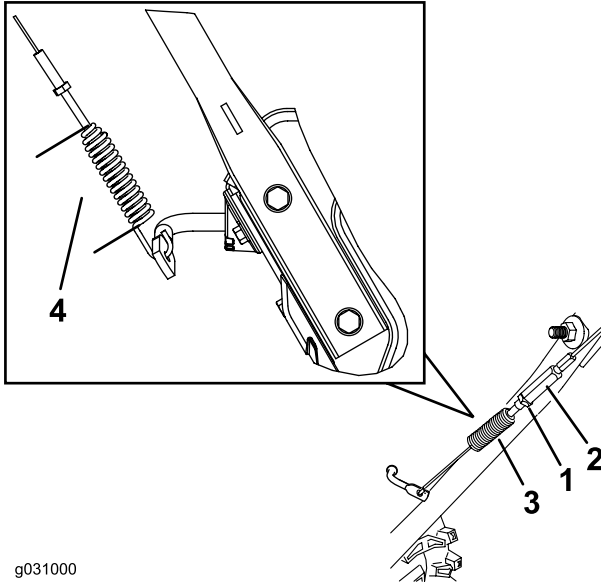

Figura 29
3. Strângeți sau slăbiți întinzătorul cu filet pentru a regla lungimea arcului la 7 cm, după cum este ilustrat în Figura 29.
4. Strângeți contrapiulița (Figura 29), asigurându-vă că în cablu este o tensiune redusă.